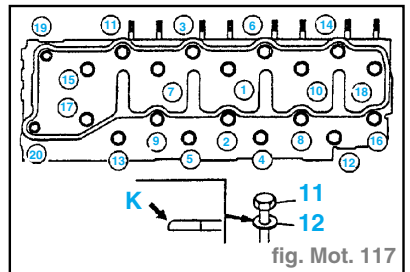

fig. Mot. 117
- Serrer les boulons de culasse **11** dans l'ordre de la numérotation ci-contre en suivant la méthode indiquée ci-dessous pour les boulons de taille **M12** (**1**) à (**18**) et pour les boulons de taille **M8** (**19**) et (**20**), respectivement : (fig. Mot. 117)